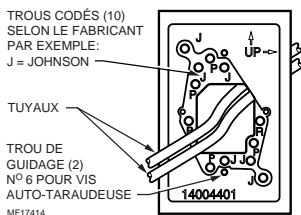

Fig. 4. Installation de la plaque d'adaptation.
1. Faire passer les tuyaux par la grande ouverture de la plaque d'adaptation (Fig. 4).
**REMARQUE :** Si les trous laissés par les vis correspondent aux ouvertures non codées de la plaque d'adaptation (Fig. 4), procéder comme suit (Sinon, passer à l'étape 4) :
4. Pour retirer le couvercle du thermostat, tourner les vis dans le sens horaire jusqu'à ce que le couvercle puisse être retiré. Pour retirer le thermostat de la plaque-support, écarter les pattes de fixation (Fig. 4) et séparer le thermostat de la plaque.